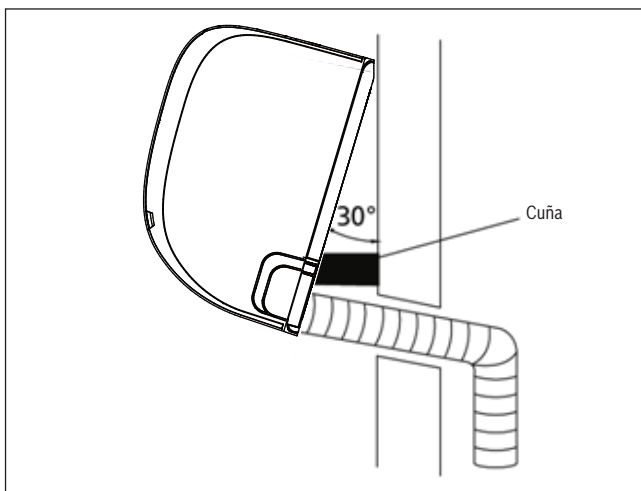

Fig. 18.
2. Utilice una horquilla o una cuña para levantar la unidad y alcanzar así suficiente espacio para conectar el tubo de refrigeración, el cable de comunicación y la tubería de drenaje. Véase la **fig. 18** como ejemplo.